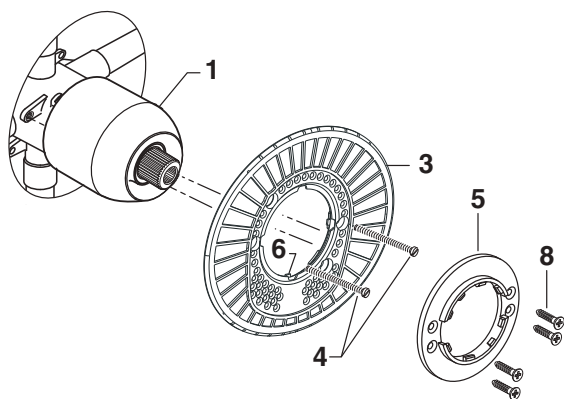

Figura 2.
- **Figura 2.** Empuje el PROTECTOR DEL CHAPETÓN (3) en la TAPA (1) y fije el cuerpo de la válvula usando los TORNILLOS LARGOS (4). Monte el SOPORTE DEL CHAPETÓN (5) en el PROTECTOR DEL CHAPETÓN (3) usando 4 TORNILLOS CORTOS (8).